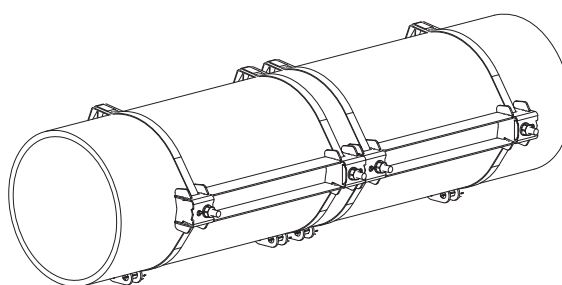

Fig. 9.26: Conduite avec deux rails
- Répétez ces opérations pour fixer le deuxième rail (voir Fig. 9.26).